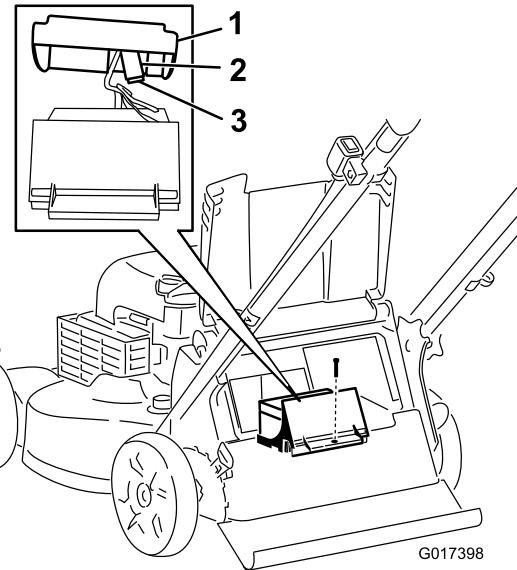

Bild 31
3. Entfernen Sie die Schraube, mit der das Batteriefach befestigt ist, ziehen Sie die Batterie heraus und finden Sie die Sicherung (Bild 31).
4. Wechseln Sie die Sicherung im Sicherungshalter aus (Bild 31).